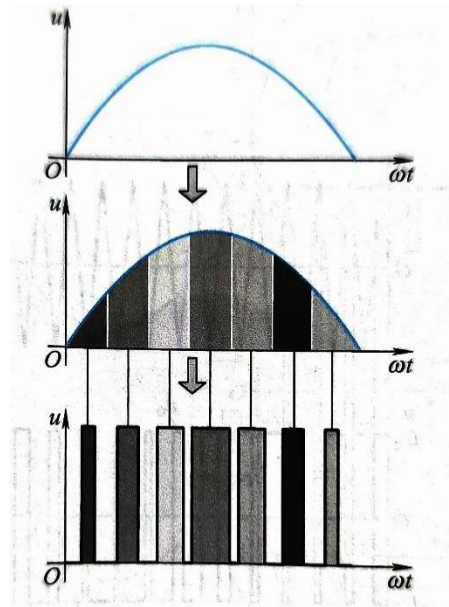

图 5-17 用一系列等幅不等宽的脉冲来代替一个正弦半波的过程
- PWM 原理：面积等效原理（图 5-17），SPWM 波形合成步骤。